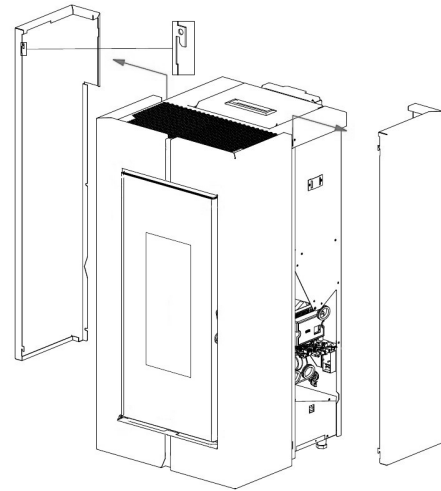

Fig. 52 - Aushaken der Seiten
- Die 4 hinteren Schrauben heraus-schrauben (siehe **Fig. 52**).